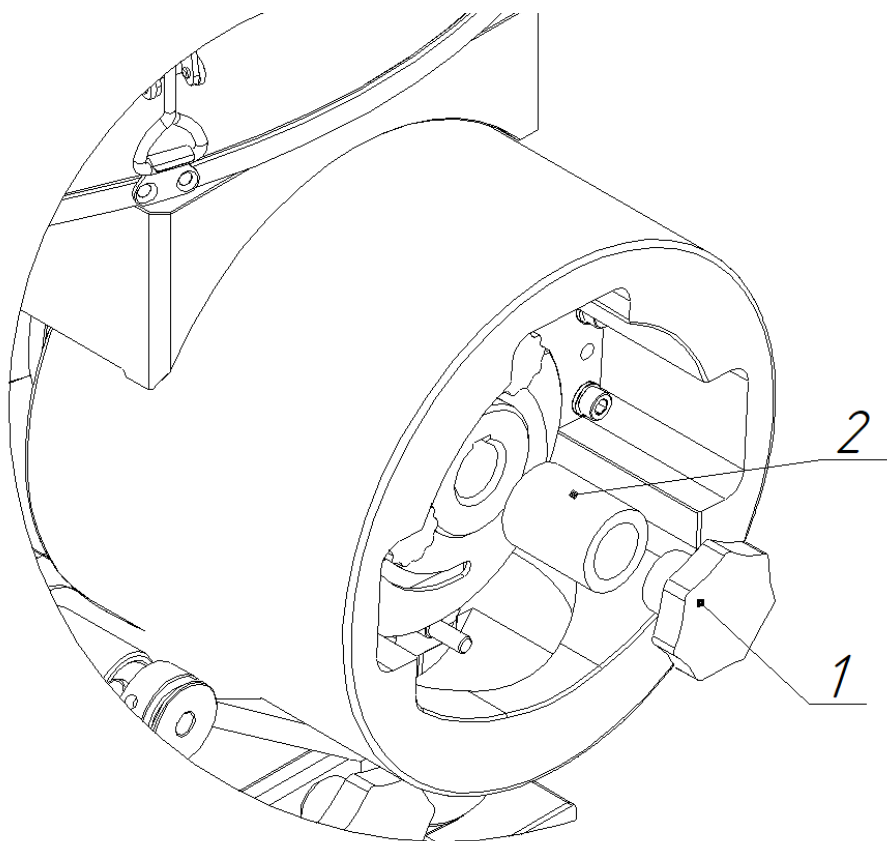

Рис.5
4.7 . Снятие/установка формующего узла. (Рис.5)